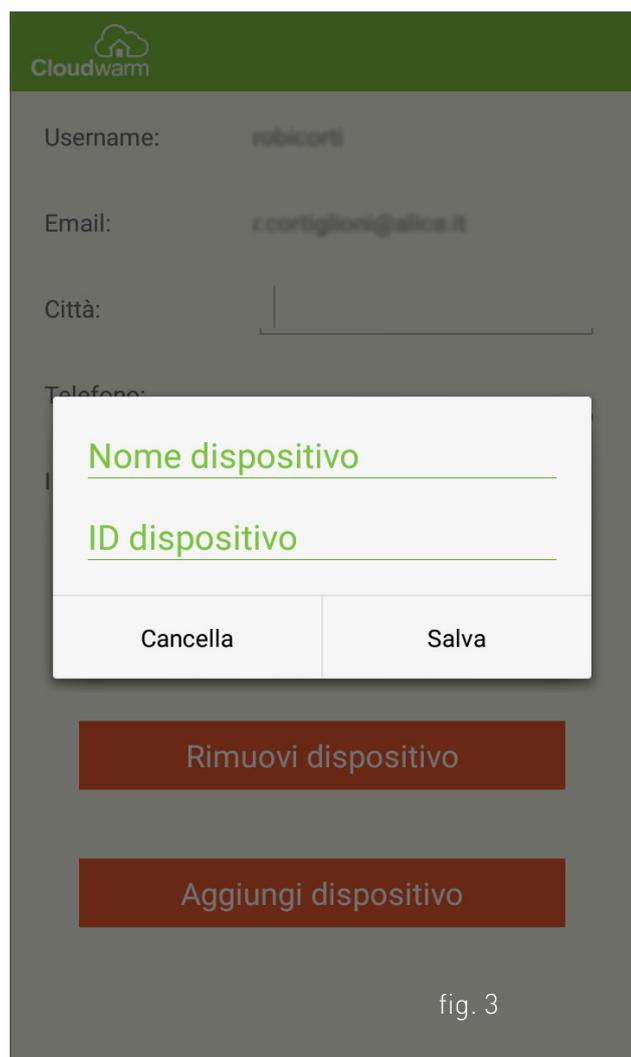

fig. 3
4. Inserire il nome del dispositivo, indicando ad esempio il nome dell'ambiente in cui è installato il trasmettitore (vedi fig.3).
5. Inserire il codice ID del dispositivo che si trova sul retro del trasmettitore o sulla scatola e confermare cliccando su 'Salva' (vedi fig.3).